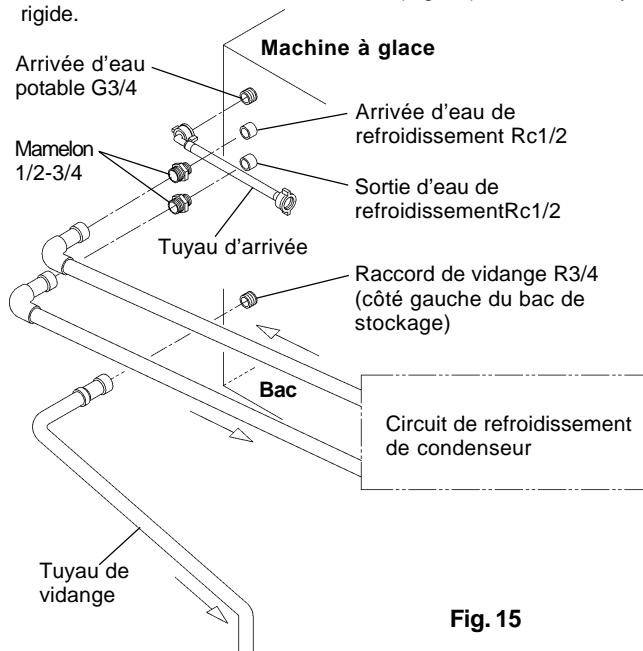

Fig. 15
\* Hoshizaki recommande de raccorder le condenseur à refroidissement par eau à un circuit fermé de type circuit de refroidissement de recirculation en utilisant une tour ou un refroidisseur d'eau (Fig. 15 et 16). L'approvisionnement en eau doit se faire par l'intermédiaire d'une vanne de barrage/d'un réservoir de barrage.
## [a] Raccordements standard selon les réglementations WRC, au Royaume-Uni (Fig. 15 et 16)
3) Serrez à la main le tuyau de vidange gris (l'accessoire) sur le raccord R3/4 à l'arrière de l'appareil en veillant à ce que la rondelle d'étanchéité en caoutchouc soit correctement placée avant de serrer à la main le raccord. Coupez le tuyau selon la longueur désirée pour l'adapter au drainage principal (Fig. 15).
5) Raccordez le circuit de refroidissement du condenseur aux extrémités libres des mamelons 1/2-3/4 (Fig. 15) à l'aide d'un tuyau rigide.